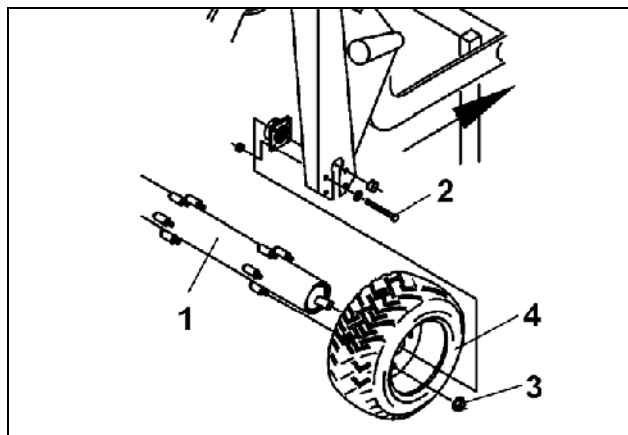

Fig. 122
- Walze mit Unterlegkeilen gegen unbeabsichtigtes Wegrollen sichern und die Walze (Fig. 122/1) abschrauben. Dazu beidseitig die Befestigungsschrauben (Fig. 122/2) entfernen.
- Skt.-Muttern (Fig. 122/3) entfernen und Reifen (Fig. 122/4) von der Walze abziehen.